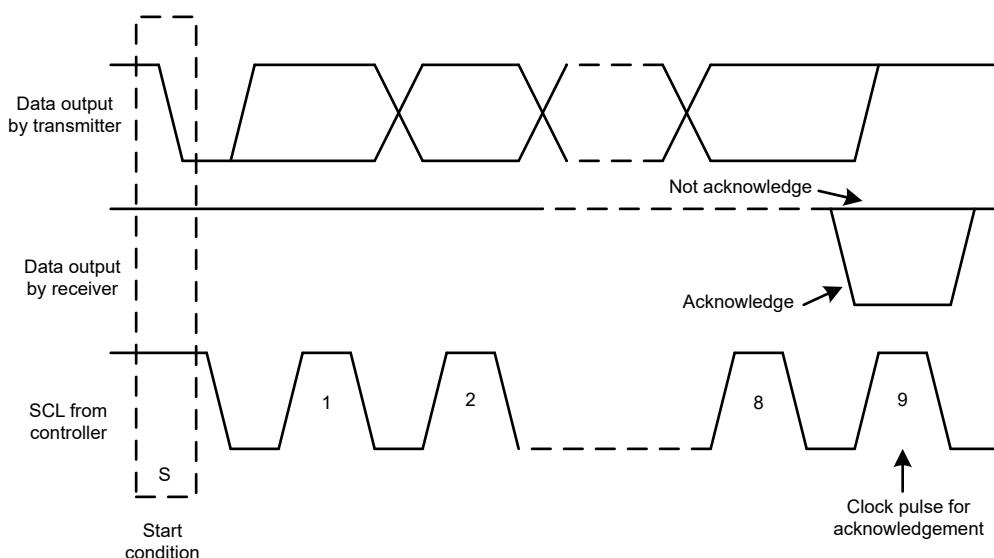

图 6-13. I²C 总线上的确认和非确认
除了特定的时序信号外，I²C 接口还使用串行字节。在每个字节结束时，第九个时钟周期产生并检测确认信号。确认是指 SDA 线在第九个时钟周期的高电平期间被拉低。非确认是指 SDA 线在第九个时钟周期的高电平期间保持高电平，如图 6-13 所示。
2. 控制器随后产生 SCL 脉冲，并在 SDA 线上发送 7 位地址和读取/写入方向位 (R/W)。在所有传输期间，控制器确保数据有效。有效数据条件要求 SDA 线在时钟脉冲的整个高电平期间保持稳定，如图 6-15 所示。所有器件都识别控制器发送的地址，并将其与相应内部固定地址进行比较。只有具有匹配地址的目标器件才会通过在第 9 个 SCL 周期的整个高电平期间拉低 SDA 线来生成确认，如图 6-13 所示。当控制器检测到此确认时，则表示与目标的通信链路已建立。